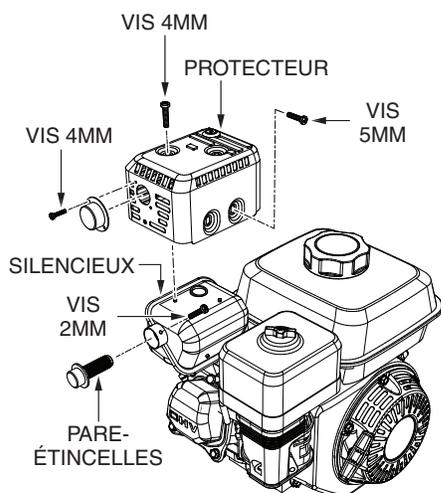

Figure 26. Retrait du pare-étincelles
1. Retirer les vis de 4 mm (3) du déflecteur d'échappement, puis retirer le déflecteur (Figure 26).
2. Retirer les vis de 5 mm (4) du protecteur de silencieux, puis retirer le protecteur de silencieux.
3. Retirer les vis de 4 mm (4) du pare-étincelles, puis retirer le pare-étincelles.